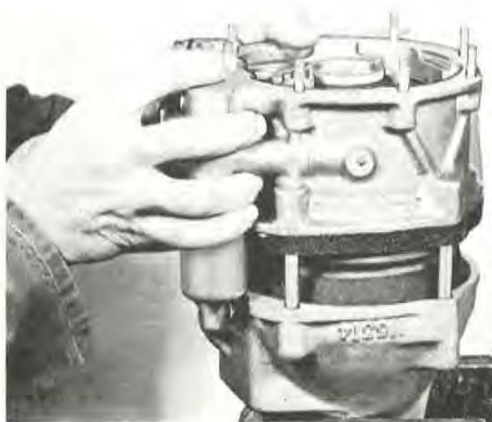

Bild 22. Isärtagning av överväxel
3. Lossa muttrarna som håller samman bromstrumma, främre och bakre hushalva. Lossa muttrarna successivt runt, om så att inte snedspänning från fjädrarna uppstår. Lyft bort hushalvan och bromstrumman, se bild 22.